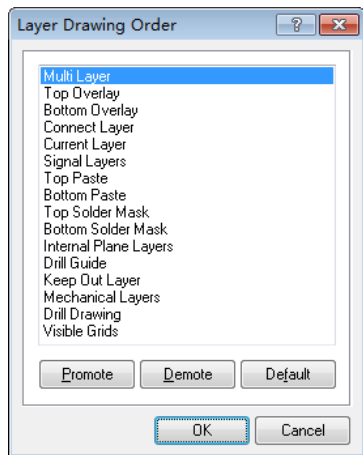

图 17-3 Layer Drawing Order 对话框
2) Layer Drawing Order: 单击该按钮打开板层绘制顺序对话框, 可以设置所有板层重绘时的顺序, 如图 17-3 所示。